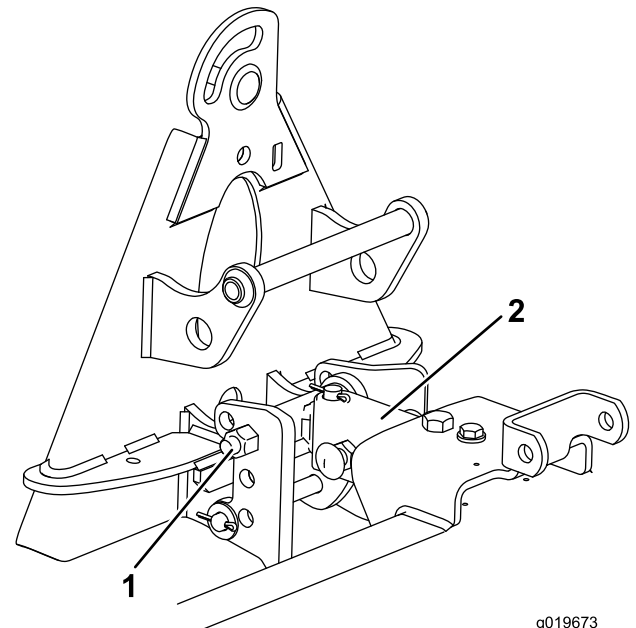

図 11
1. ヒッチアセンブリを、ストップブラケットの一番上の穴に取り付ける 図 11。
2. トングチューブの長い方を上にして、ハンガーアセンブリの下に取り付ける 図 11。